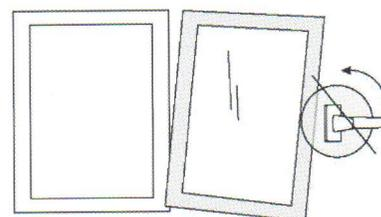

Рис.4
**ВНИМАНИЕ!** Во избежание выхода фурнитуры из строя не рекомендуется приводить в действие оконную ручку в открытом поворотном положении (рис. 4)